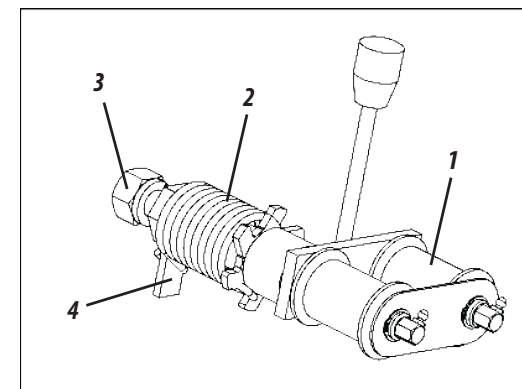

Figura 62
ESTICADOR OSCILANTE (FIGURA 62)
O esticador (1) é dotado de mola de torção (2) para maior flexibilidade do mesmo. Se necessário maior pressão no esticador, solte a porca interna (3) do mesmo, gire o eixo (4) passando o engate da mola (2) para o outro dente da roseta do eixo e reaperte novamente a porca interna (3), **conforme mostra a figura 62.**